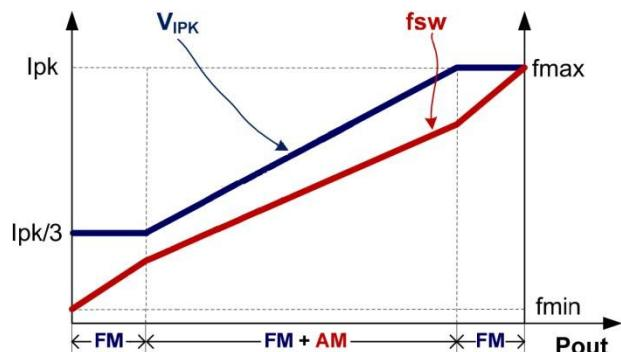

图1
为满足系统平均效率和空载待机方面的严格要求，U3212采用了调幅控制 (AM) 和调频控制 (FM) 相结合的工作模式，如图 1 所示。